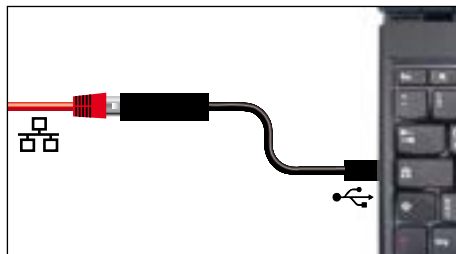

Fig. 7 Ethernet-USB-konverteringsenhed
- ▶ USB-Ethernet-konverteringsenhed (Fig. 7). Hermed er det muligt at forbinde enhedens Ethernet-tilslutning (se side Fig. 4) med USB-tilslutningen på en PC/bærbar computer.